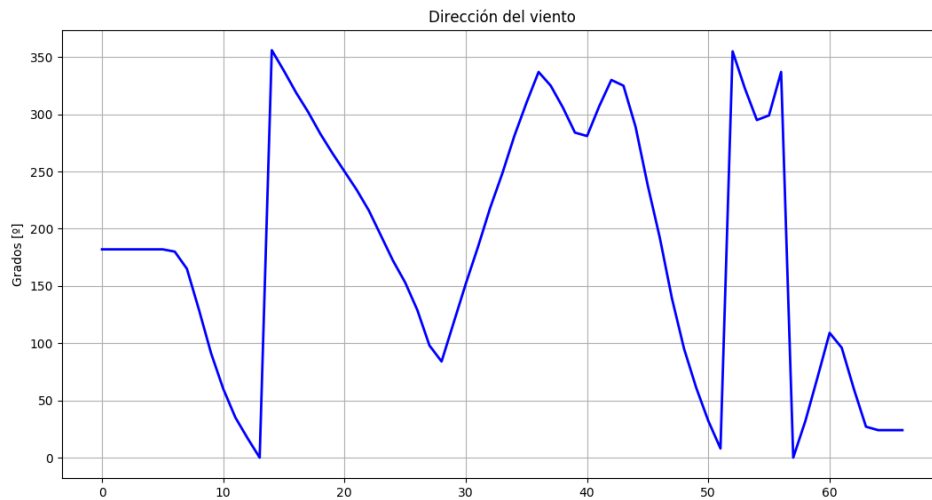

Figura 6: Resultado de la primera prueba en interior
Para observar los resultados se ha optado en primera instancia por enviar los valores crudos obtenidos del sensor en una primera columna y los valores ya procesados por el conversor en una segunda columna a través del puerto analógico. Un script de Python (D) captura los valores del puerto serie y los almacena en un archivo de texto; posteriormente, un segundo script de Python (E) los representa gráficamente. Los valores mostrados en la figura 6 se han obtenido girando la veleta de forma manual.